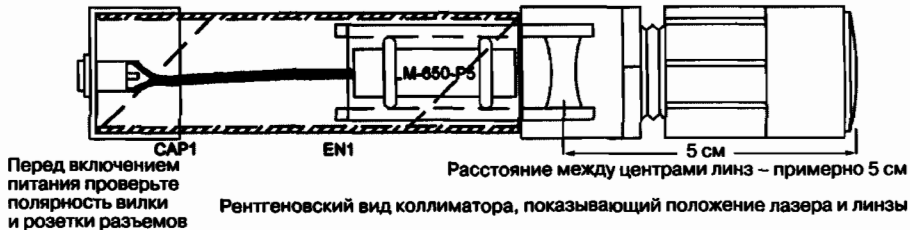

Рис. 12.6. Сборка с использованием лазерного модуля
- Проведите механическую сборку лазерной секции, как показано на рис. 12.6. Вы можете непосредственно подключить адаптер 3 В и снять натяжение